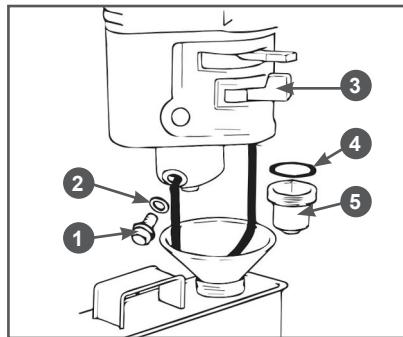

Рис. 25 Обслуживание фильтра-
1. Установите рычаг топливного крана 3 (Рис. 25) в положение «ЗАКРЫТО».
3. Открутите болт 1 сливного отверстия и спейте топливо из поплавковой камеры карбюратора (Рис. 25).
4. Открутите стакан отстойника 5, вылейте из него топливо в заранее подготовленную емкость (Рис. 25).